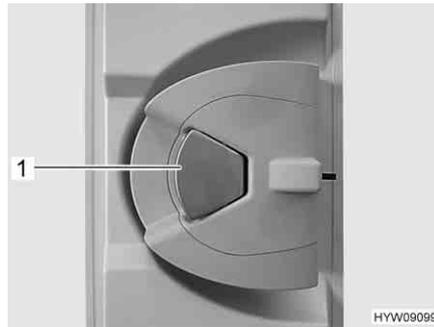

Fig. 28 Serratura della porta, lato interno
*Apertura:* ■ Tirare la maniglia della porta (Fig. 28,1).
*Bloccaggio:* ■ Premere la maniglia della porta (Fig. 28,1).